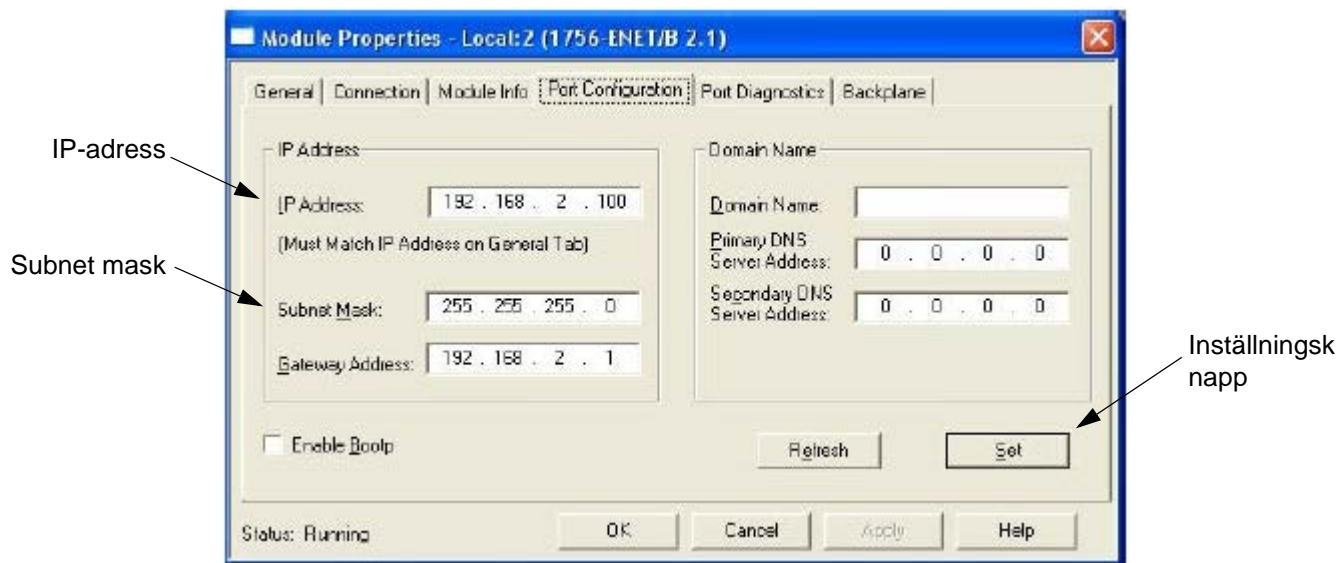

FIG. 71. Fönster för portkonfigurering
- h. Välj fliken Port Configuration för fönstret Module Properties. Se FIG. 71.